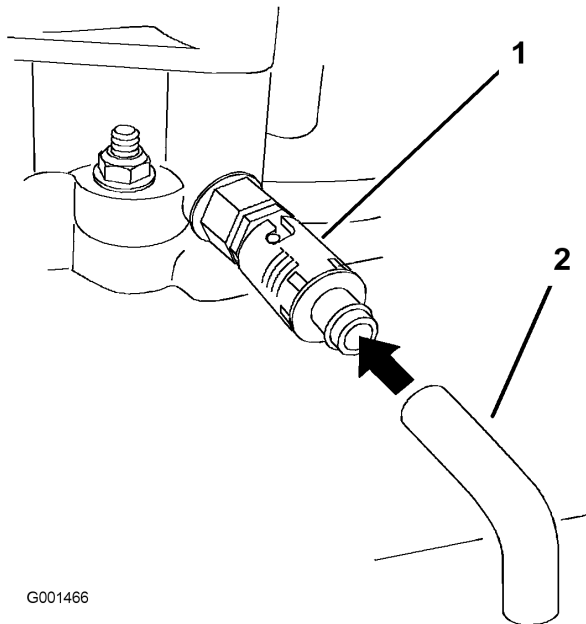

Figura 28
6. Coloque un recipiente debajo del tubo de vaciado. Gire la válvula de vaciado para que se drene el aceite (Figura 28).
8. Retire el tubo de vaciado (Figura 28).